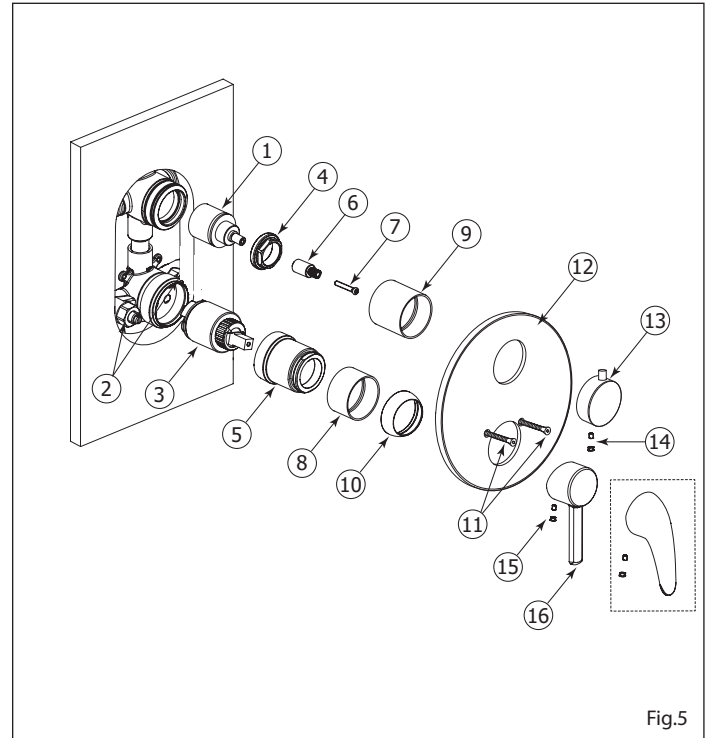

Fig.5
Shut off the main water supply, then remove all the components from (6) to (16). (See Fig.5). Afterwards, shut off the 2 check valves (2) by turning them clockwise with a screwdriver. Unscrew the cartridge holder (5), the large nut (4) and remove the cartridges (1 & 3).
Fermer l'alimentation d'eau principale et démonter toutes les composantes de (6) à (16) (Voir Fig.5). Ensuite, fermer les deux valves d'arrêt (2) en les tournant dans le sens des aiguilles d'une montre avec un tournevis. Dévisser les manchons de valves (4 & 5) et enlever les cartouches (1 & 3).